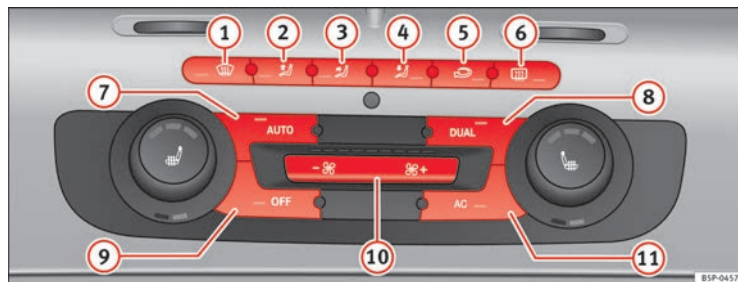

Fig. 133 Mandos del 2C-Climatronic en el tablero de instrumentos.
- Para activar el modo manual pulse una de las teclas ⇒ fig. 133 ① al ⑤, o pulse las teclas de la turbina ⑩. La función seleccionada aparecerá en el display de la radio o del navegador.
- Pulse la tecla **[↺]** ⇒ fig. 133 **②** para conectar o desconectar la recirculación de aire. Está conectada si en el display aparece el símbolo **↺**.